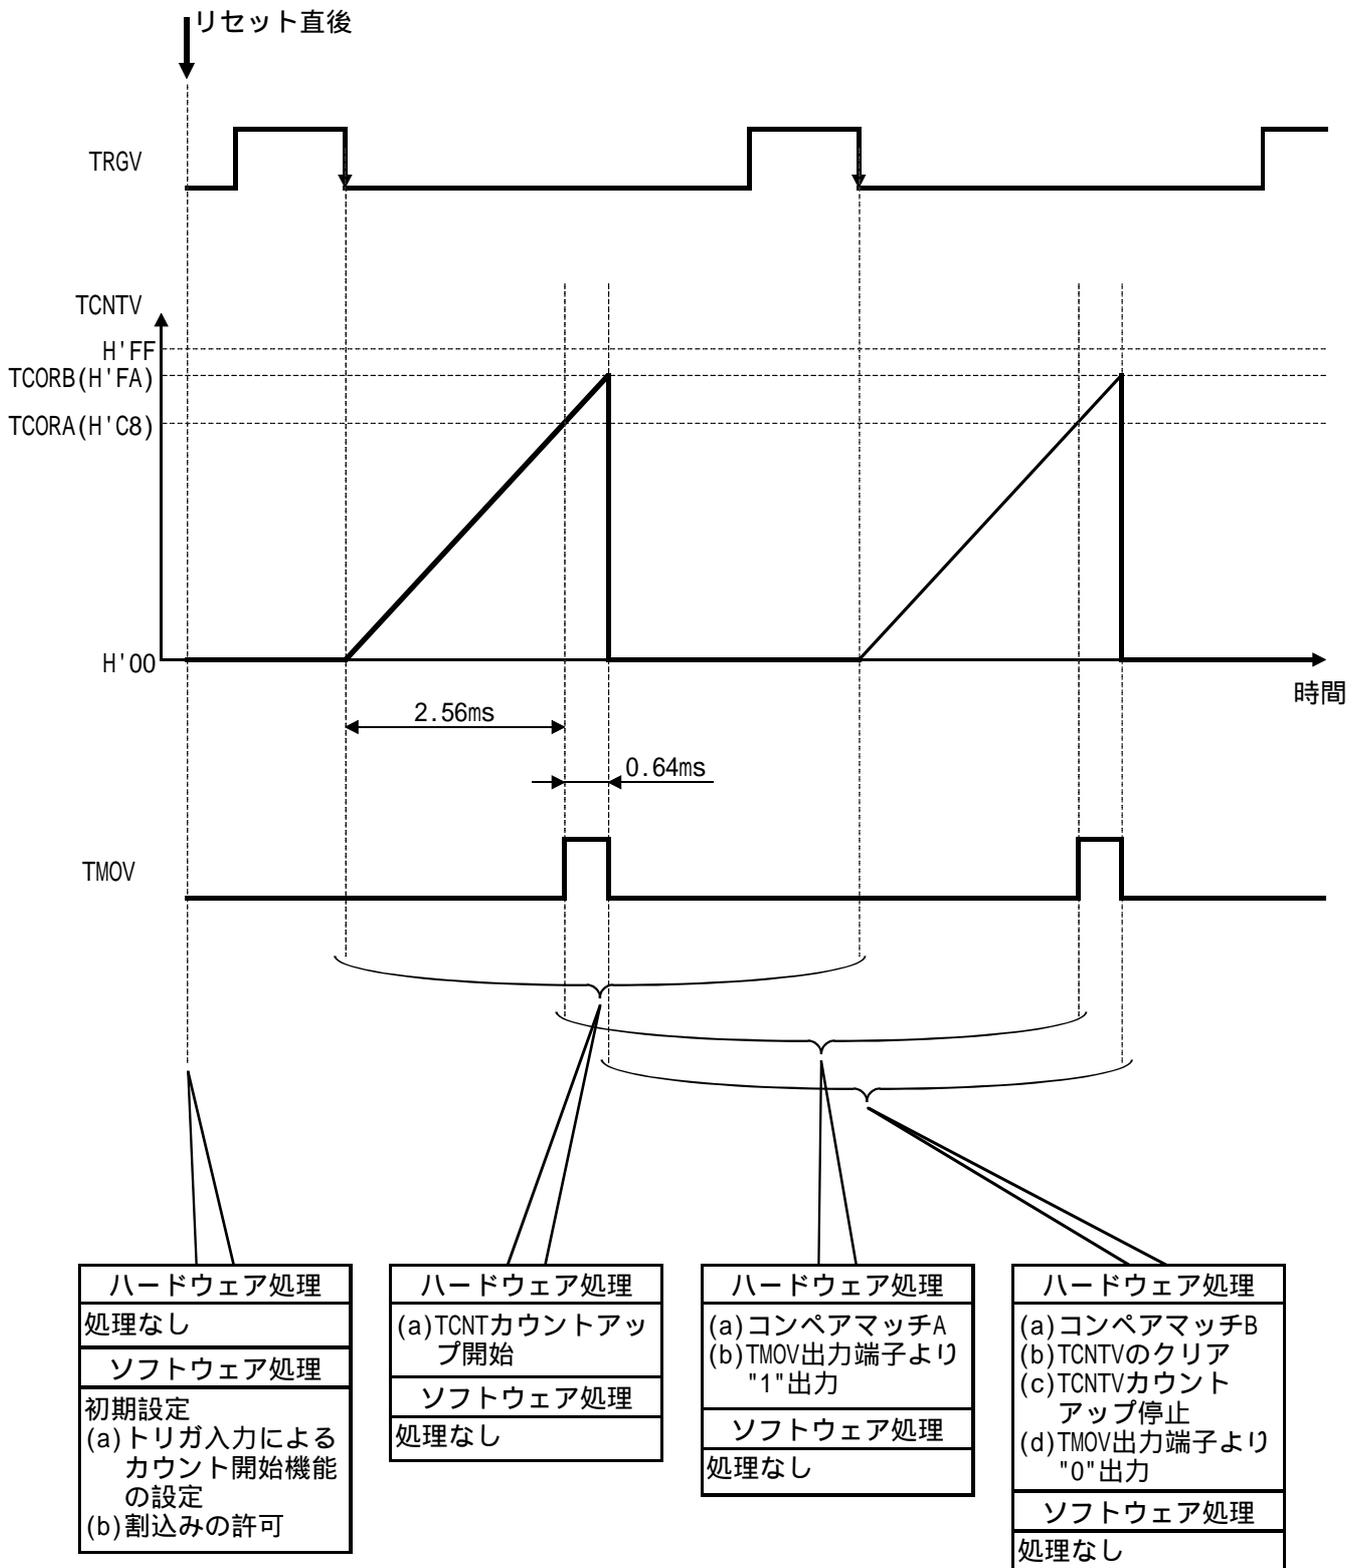

図4 タイマVトリガ入力カウントアップ開始機能によるパルス出力動作原理
(1) 図4に動作原理を示します。図4に示すようなハードウェア処理、およびソフトウェア処理によりタイマVトリガ入力カウント開始機能によるパルス出力を行ないます。